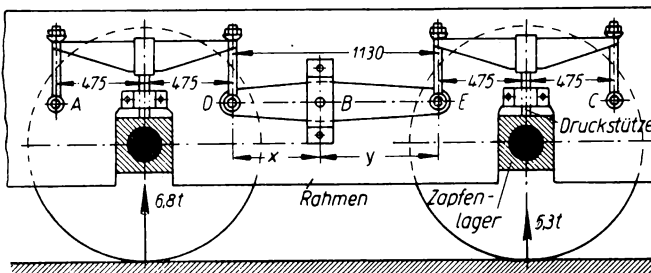

Bild 114
**253.** Der Lokomotivrahmen (Bild 114), in den Punkten  $A$ ,  $B$  und  $C$  an den Tragfedern aufgehängt, belastet die Zapfen der Radachsen durch die Druckstützen der Federn mit 6,8 und 5,3 t. Bei der wechselnden Durchbiegung der